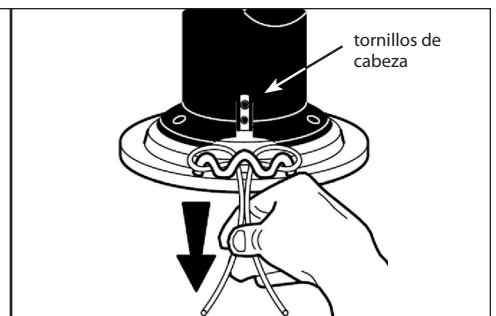

FIGURA 12: Revise los extremos del hilo.
5. Entonces, revise para asegurarse de que los extremos del hilo están parejos. **CONSULTE LA FIGURA 12.**